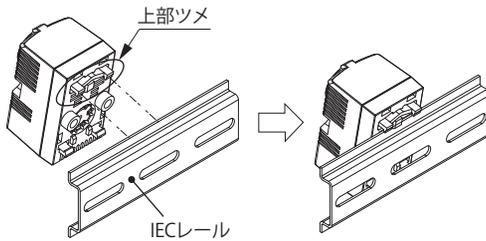

図8
- 本体の上部ツメを IEC レールに引っ掛けます。(図8)